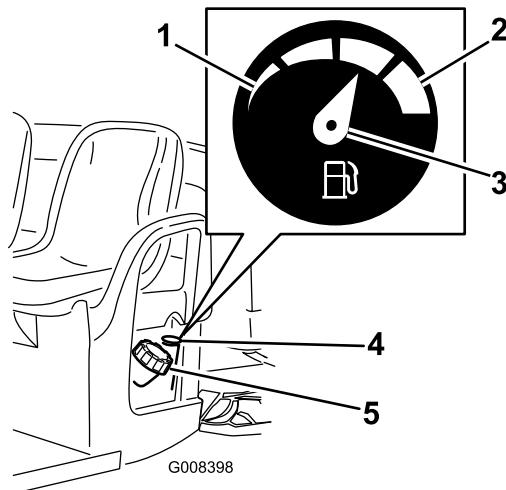

Рисунок 13
4. Очистите поверхность вокруг крышки топливного бака (Рисунок 13).